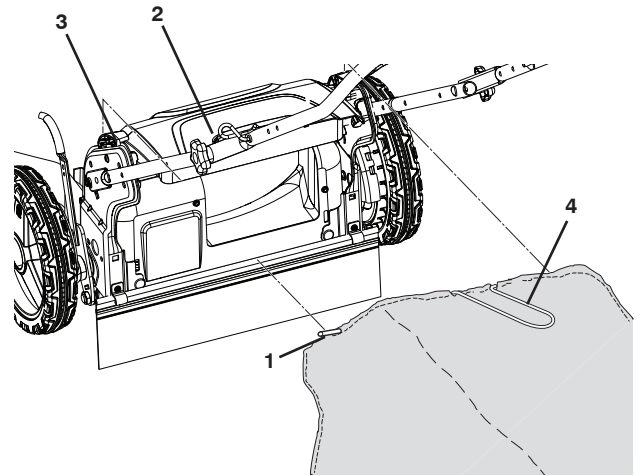

Figure 10
1. Soulevez la porte arrière de la tondeuse et placez les crochets du cadre du ramasse-herbe sur les supports du ramasse-herbe (Figure 10).